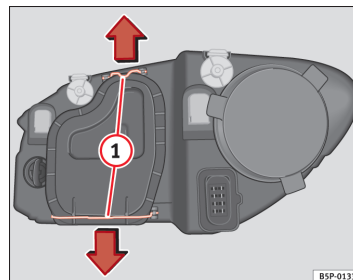

Fig. 164 Nærlys
- Skub støtterne ⇒ Fig. 164 1 i pilenes retning, og tag dækslet af. ►